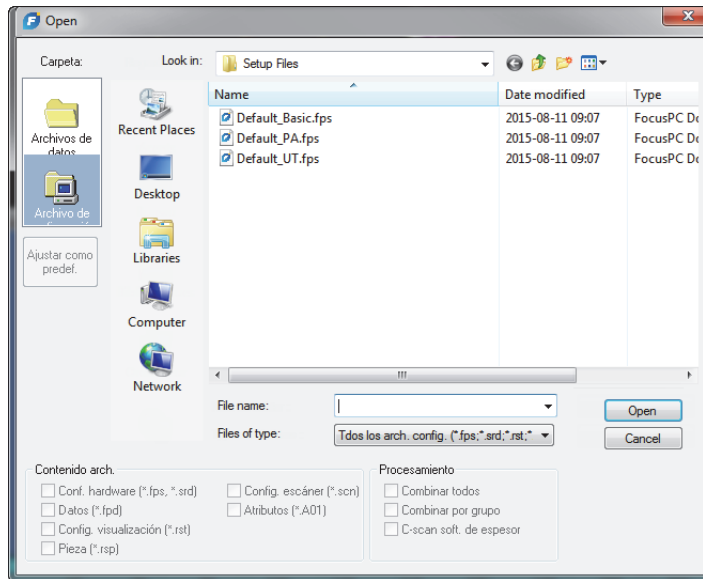

Figura 4-1 Cuadro de diálogo
2. En el cuadro de diálogo **Abrir** que aparece (ver Figura 4-1 en la página 106), siga los siguientes pasos: